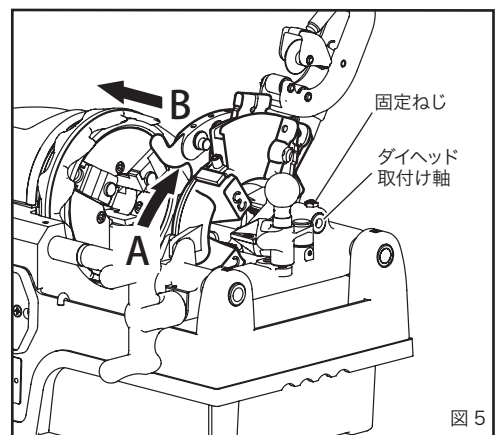

図 5
4. ダイヘッドの取付け、取外し (図 5)
- ① 往復台にある固定ねじをゆるめてください。
- ② ダイヘッドを A 方向に少し上げ、B 方向にそのまま引抜きます。